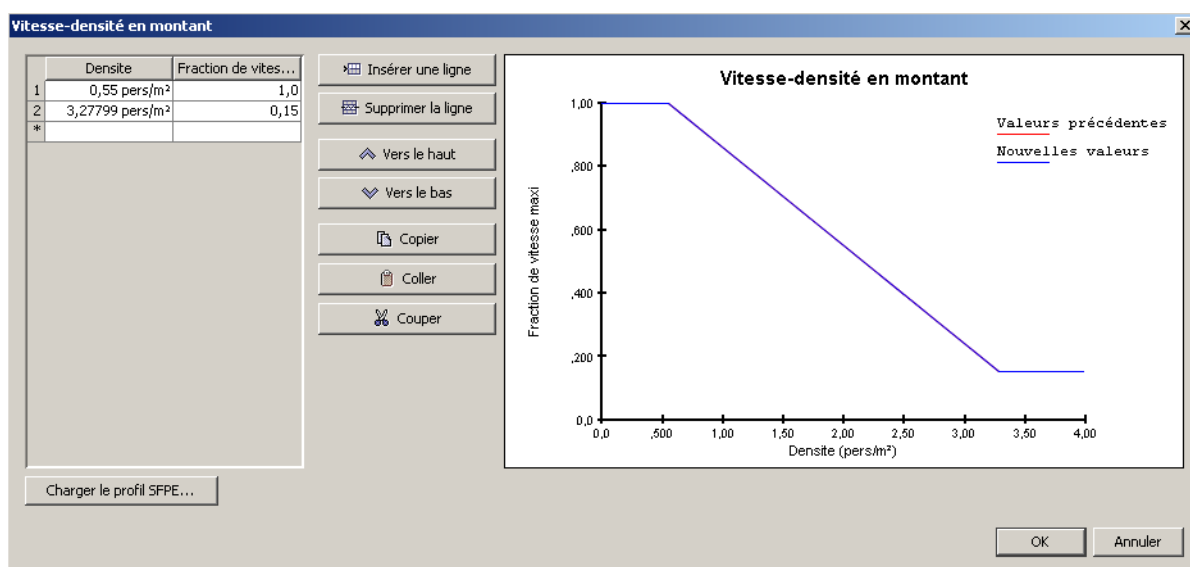

Figure 5.6 : le dialogue Profil de vitesse-densité :
- **Issue du tableau** : la vitesse est saisie sous la forme d'une fraction de la vitesse maximum de l'occupant en fonction de la densité d'occupant environnante. Les valeurs sont saisies dans le dialogue **Profil de vitesse-densité**, comme illustré à la figure 5.6. Le profil est défini par une fonction linéaire par morceaux, dans laquelle les points d'échantillon sont saisis dans un tableau. Pour les densités comprises dans l'éventail en question, la fraction de la vitesse est interpolée. Pour les densités non comprises dans cet éventail, la fraction de la vitesse est égale à celle saisie pour la densité donnée la plus proche. Un aperçu du diagramme fondamental est présenté à droite du tableau. Le profil SFPE, le profil par défaut, peut être chargé en cliquant sur **Charger le profil SFPE...** en-dessous du tableau.
Lorsque vous sélectionnez des occupants, leur panneau des propriétés s'affiche, comme illustré à la figure 5.6. Une fois que vous avez ajouté des occupants au modèle, vous pouvez leur affecter des données de profil personnalisées. Pour ce faire, sélectionnez un ensemble d'occupants et cochez la case à côté du paramètre à personnaliser.⁴